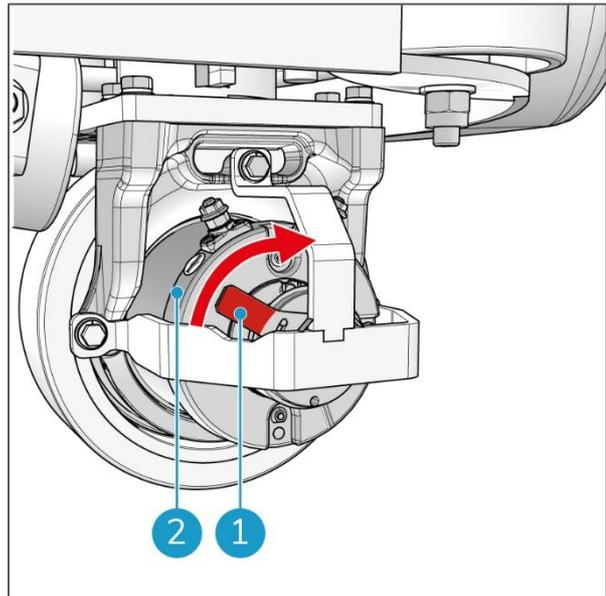

Figure 8
Le frein électromagnétique (Figure 8, pos. 2) est intégré dans la roue avant. Il maintient l'i- drive® en mode freinage lorsque l'i-drive est éteint ou lorsqu'il est allumé mais immobile (si votre pied n'est pas sur la pédale d'accélérateur).
Si vous devez déplacer l'i-drive, poussez le levier rouge (Figure 8, pos. 1) vers l'avant pour déverrouiller le frein. Voir aussi la section 4.4.